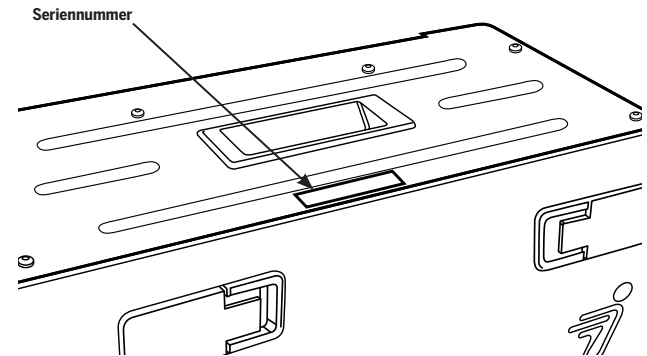

Abbildung 7: Position der Seriennummer des Akkumoduls
2. Lokalisieren Sie die zwölfstellige Seriennummer des Akkumoduls (**Abbildung 7**).